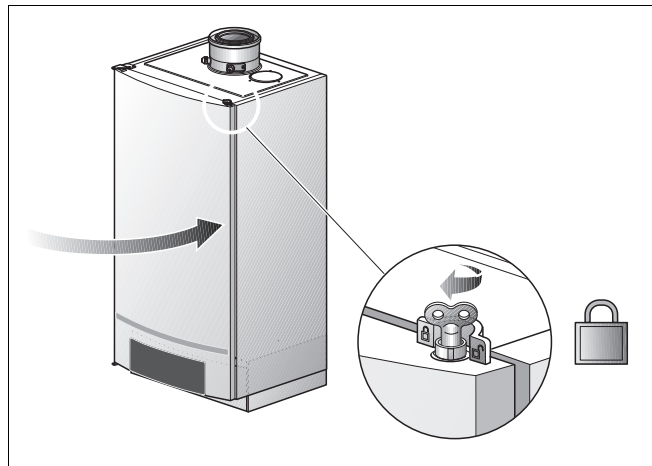

Fig. 77 Chiudere il portello della caldaia
- Chiudere il portello della caldaia (fig. 77) e bloccarlo con la chiave di sfiato, effettuando $\frac{1}{4}$ di giro verso destra.